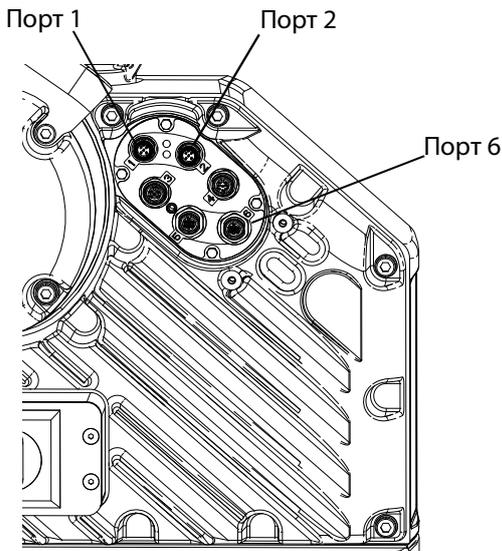

Рис. 23: Расположение разъемов на приводе
6. С помощью четырех монтажных винтов 10-32 из комплекта, прикрепите основание (S) к просверленным отверстиям.
7. Установите CGM (R) на основание (S) с помощью двух винтов (T), которые были выкручены при выполнении действия 5.
8. Установите крышку (U).
9. Подключите кабель CAN из комплекта к разъему 1 или разъему 2 (к любому доступному из них) на приводе. См. **Рис. 23**.